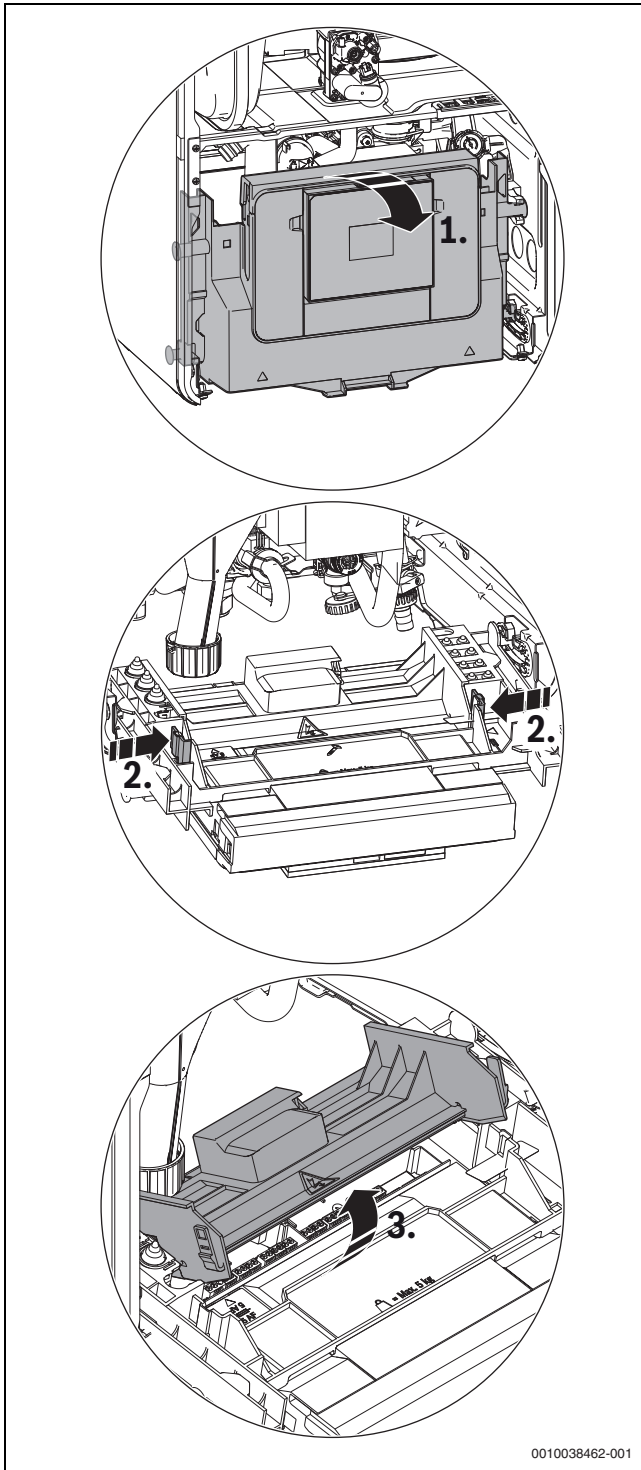

Bild 21 Abdeckung aufklappen
- ▶ Steuergerät nach unten klappen (→ Bild 21).